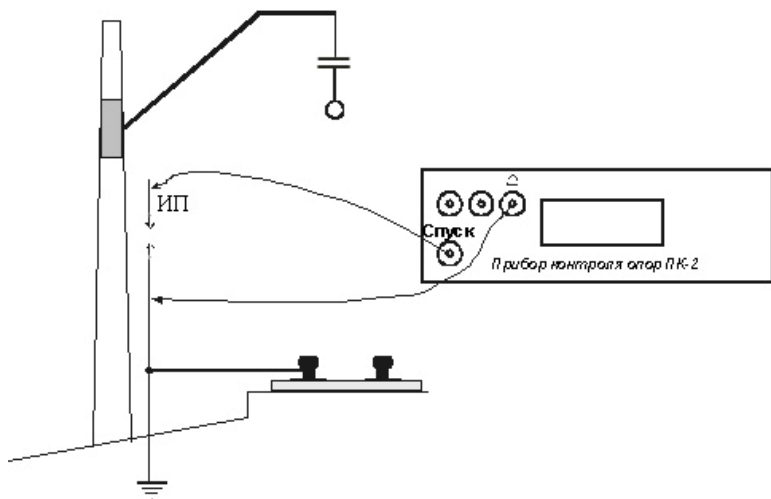

Рисунок 8 – Схема измерений напряжения пробоя защитного устройства
*Примечание – При измерении напряжения пробоя защитного устройства, верхняя клемма разрядника **обязательно** должна быть отсоединена от спуска опоры (см. рис. 8).*